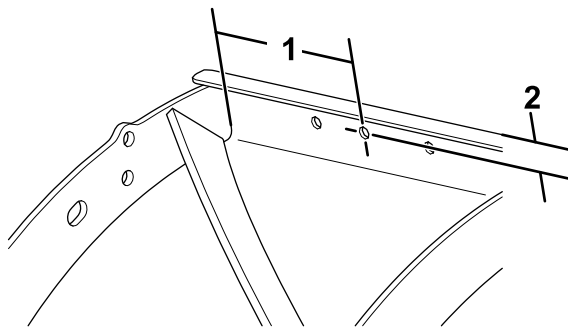

Figura 14
4. En el lado izquierdo de la pala, perforo un taladro (7/16") en la posición indicada en la Figura 14.